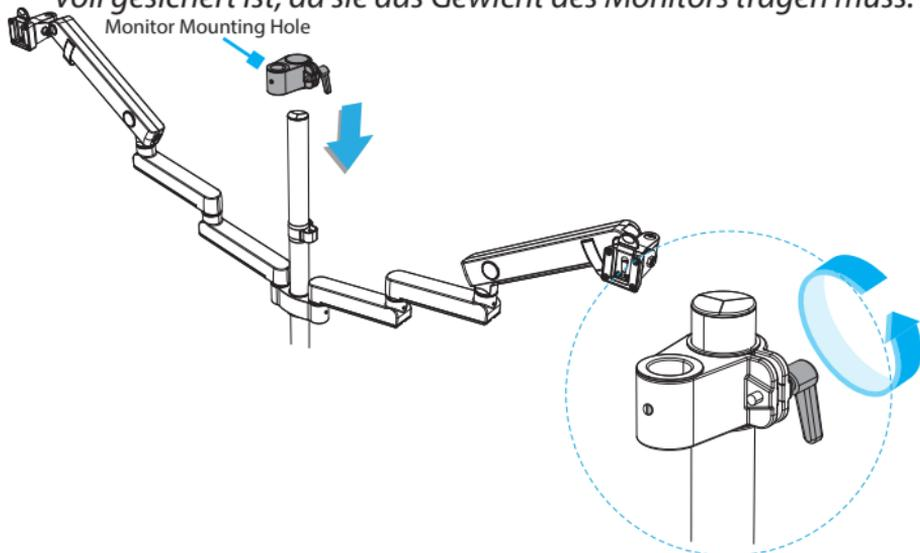

Abbildung 12
1. Schieben Sie die **Mittelstangenhalterung** auf die **Stange**, sodass die **Monitor-Befestigungsöffnung** zum Benutzer zeigt. **Drehen** Sie den Griff im **Uhrzeigersinn**, um die **mittlere Monitorhalterung** an der **Stange** zu befestigen. (Abbildung 12)